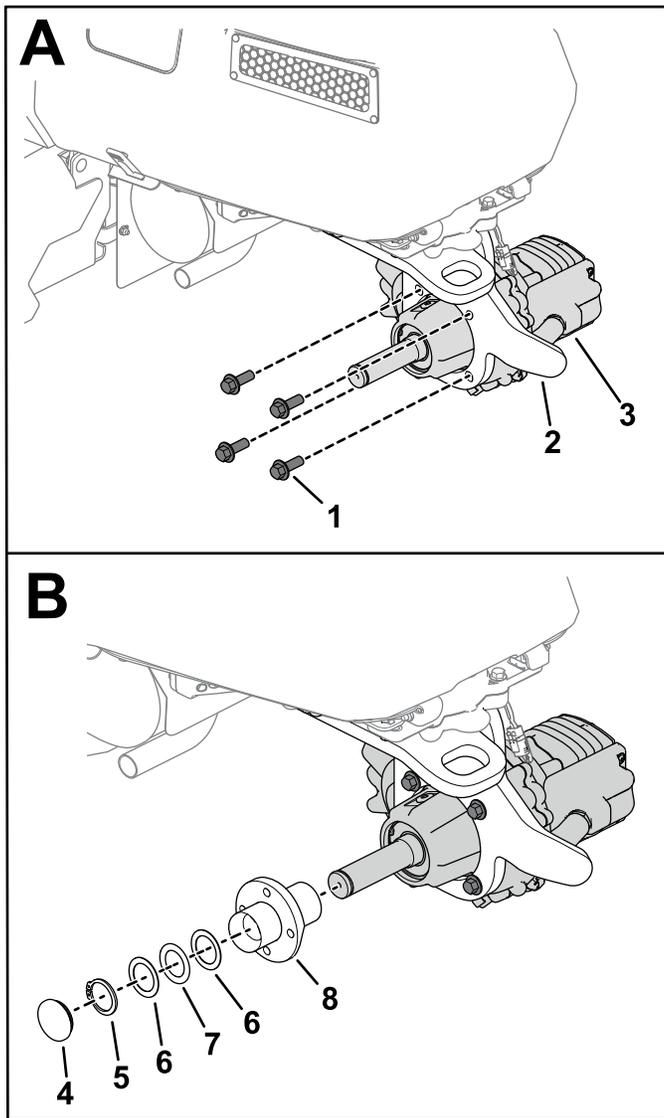

Bild 3
1. Entfernen Sie den Sicherungsring (dargestellt in Bild 3) von der Achse.
2. Entfernen Sie die Nabe (dargestellt in Bild 3) vom Getriebe.
Hinweis: Achten Sie auf die korrekte Ausrichtung des Getriebes, wie in Bild 3 dargestellt. Die Achswelle sollte zur linken Seite der Maschine zeigen.
4. Verwenden Sie vier Schrauben (M12), um das Getriebe an der Lenkradgabel zu befestigen (A in Bild 3).
6. Montieren Sie die Nabe, den Sprengring und die Staubkappe mit O-Ring auf die Achswelle (B in Bild 3).
werden, montieren Sie diese wie in Bild 3 dargestellt.